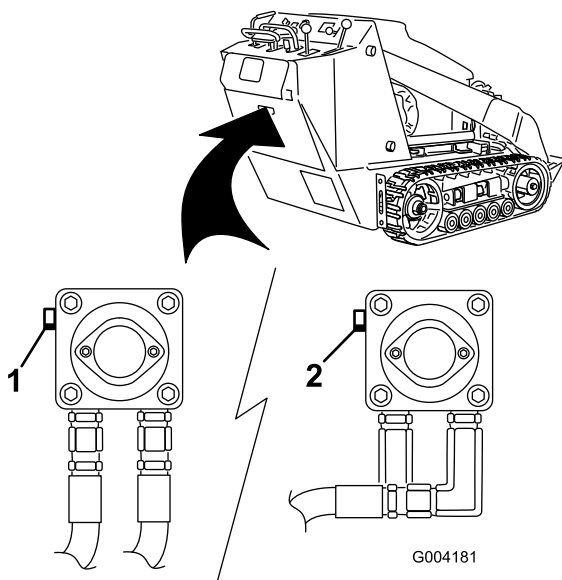

Figure 19
3. À l'aide d'une clé, donnez deux tours dans le sens antihoraire aux vannes de remorquage situées sur les pompes hydrauliques (Figure 19).